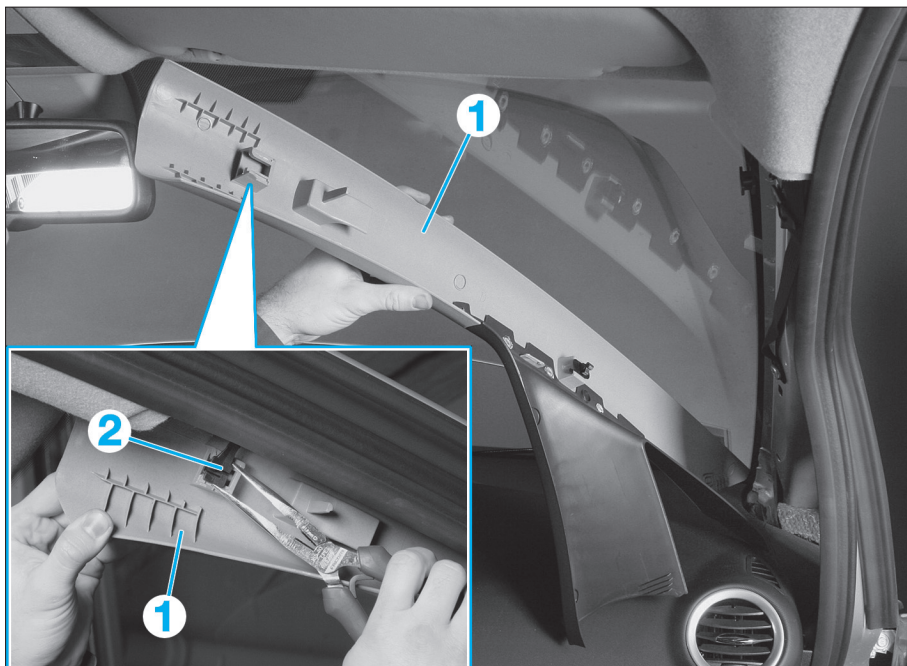

Fig. 21
- Déposer, de chaque côté, la garniture (1) des montants de pare-brise. Pour cela (Fig.21) :
- tirer le haut de la garniture (1) vers l'intérieur pour la dégrafer,
- enlever l'agrafe (2) de la garniture (1),
- sortir la base de la garniture (1) en tirant dans l'axe du montant de pare-brise.